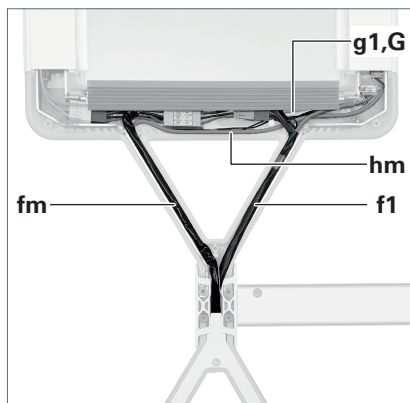

Fig. 23: Leitungen verstecken.
21. Legen Sie die Versorgungsleitung **f1** aus dem Querträger in den Tragarm des Leuchtenkopfs 1, siehe Fig. 23.